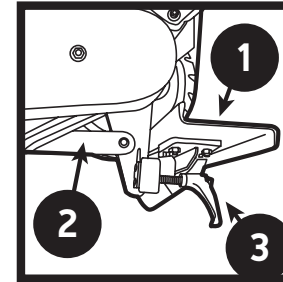

Figura 7
1. Ajuste el soporte y el brazo de soporte a la posición deseada con ayuda de la palanca de bloqueo del accesorio (Figura 7). Asegúrese de que el espacio entre la cara de la banda abrasiva y el soporte es de 1,375 mm como máximo. **ADVERTENCIA: Tenga en cuenta que las piezas delgadas pueden pasar por ese espacio si no se lo ajusta adecuadamente. Las piezas despedidas pueden causar graves lesiones personales.**